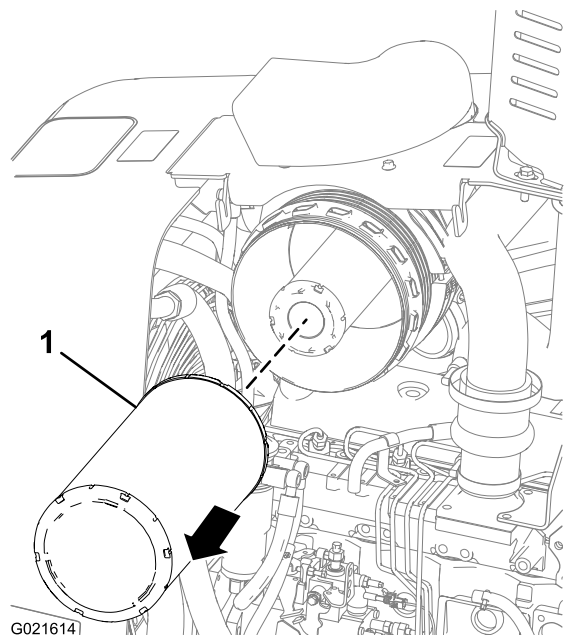

Bild 51
2. Ziehen Sie den Hauptluftfiltereinsatz nach außen und nehmen es aus dem Luftfiltergehäuse heraus (Bild 51).
6. Setzen Sie den neuen Hauptluftfiltereinsatz in das Luftfiltergehäuse ein (Bild 51).